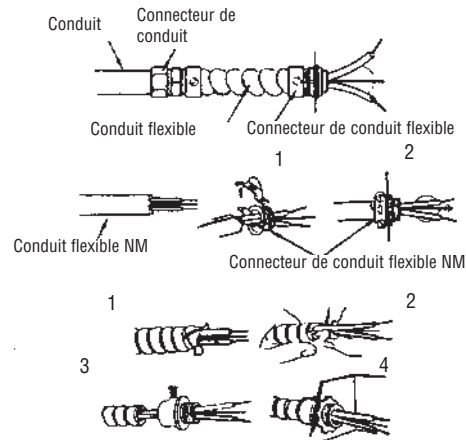

Figure 2 - Connecteurs, câble et matériel utilisés pour connecter
**REMARQUE :** Pour certaines applications un conduit peut être nécessaire (voir la Figure 2). Vérifiez le contenu des normes électriques locales. Si le câblage passe dans un conduit, assurez-vous qu'il y aura assez de conduit flexible pour pouvoir tourner le radiateur si nécessaire.
2. Branchez les connecteurs de câble sur l'appareil (Voir la Figure 2) et faites glisser le fil de calibre 8 ou 10 (voir page 2) à travers le connecteur de câble. Tirez suffisamment de fil dans le connecteur pour pouvoir réaliser les raccordements.